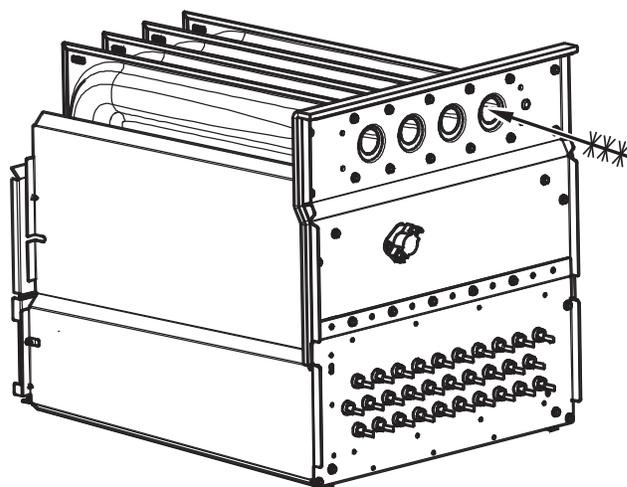

Fig. 60 - Nettoyage de la cellule de l'échangeur thermique
7. Nettoyer les ouvertures de l'échangeur thermique à l'aide d'un aspirateur et d'une brosse douce. Voir la Fig. 60.